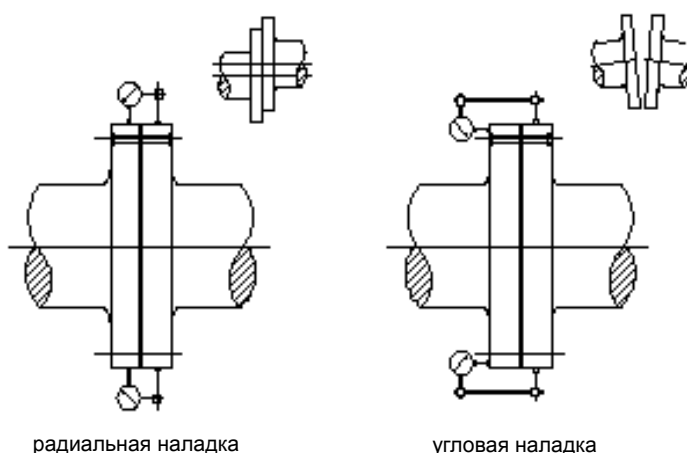

Рисунок 3-9 Проверка выравнивания с помощью индикаторов
3. Установить регулировочное оборудование. Если используются индикаторы, то стрелку на циферблате следует установить примерно посередине шкалы. Проверить жёсткость кронштейнов индикатора, чтобы предотвратить опасность прогибания, см *Рисунок 3-9 Проверка выравнивания с помощью индикаторов*